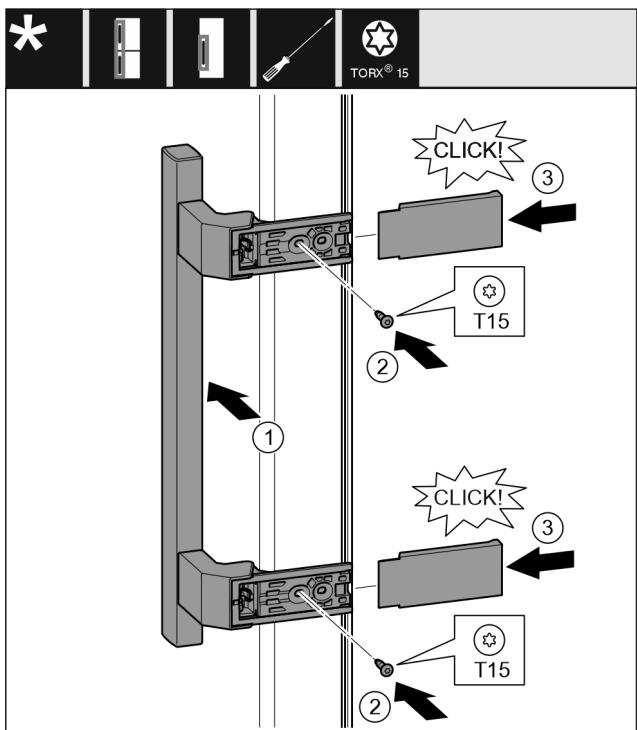

Fig. 16
- Установите ручку на противоположной стороне. *Fig. 16 (1)*
- Затяните винты отверткой T15. *Fig. 16 (2)*
- Установите крышки сбоку и надвиньте их. *Fig. 16 (3)*